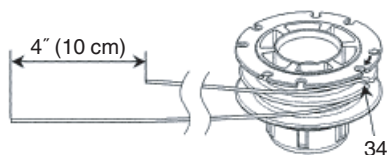

Fig. 30
- (2) Tras retirar la caja, saque el rollo y deseche la línea restante.
- (3) Doble la nueva línea de nylon por la mitad tal y como se muestra en la imagen. Enganche el extremo en forma de U de la línea de nylon en la ranura (34) de la división central del rollo. Bobine ambas mitades de la línea en el rollo en la misma dirección, manteniendo cada mitad de la línea en su propio lado de la separación. (Fig. 30)